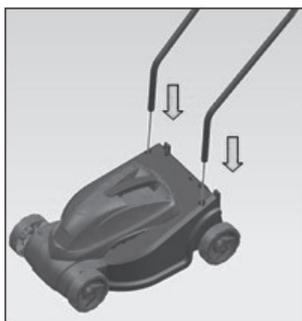

Рис.3A
A). Вставьте нижнюю ручку в отверстия и зафиксируйте с помощью прилагаемого винта (рис.3A/рис.3B/рис.3C).